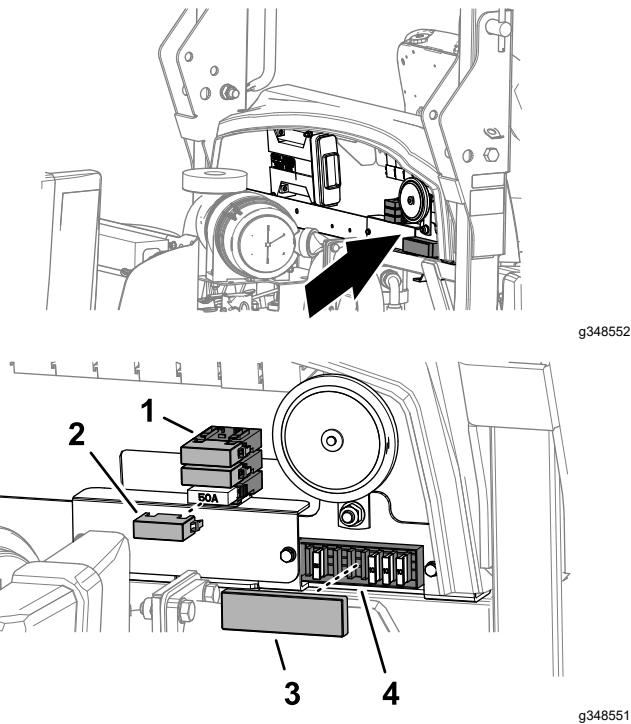

Figura 71
3. En la parte posterior de la división, retire la cubierta del bloque de fusibles (Figura 71).
| 6. Instale la tapa del bloque de fusibles (Figura 71). | |